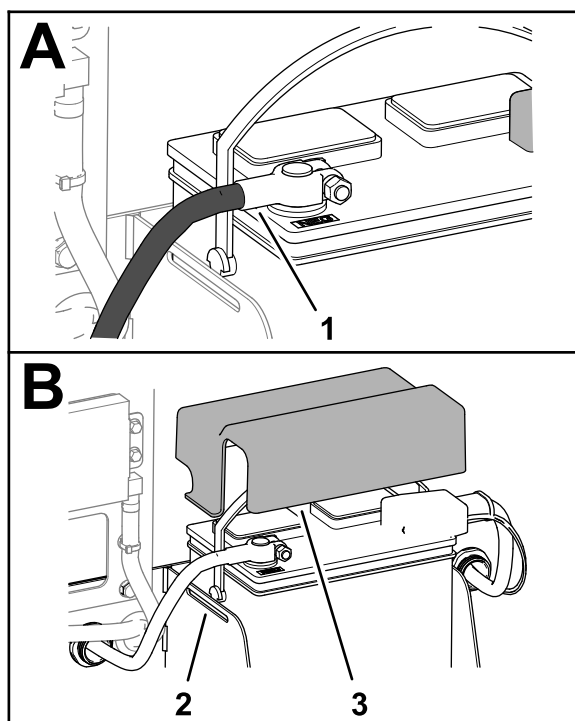

Figura 20
4. Monte la tapa sobre la batería, alineando las pestañas de la tapa en las ranuras de la bandeja de la batería (Figura 20).
2. Monte la pinza del cable negativo de la batería en el borne y apriete el perno en T y la tuerca de la pinza (Figura 20).